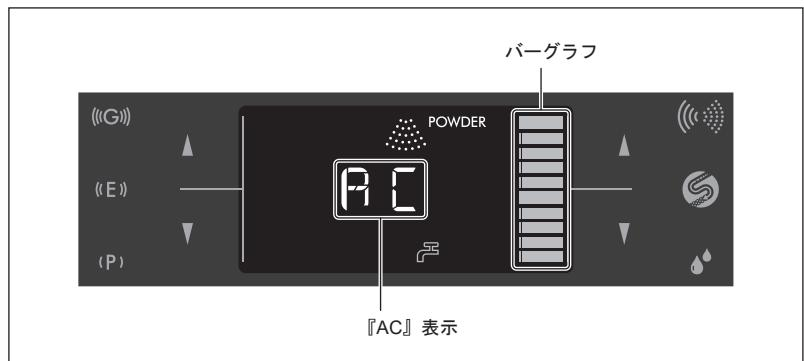

図40
- 6) クリーニング時間は約45秒です。クリーニング中は、液晶パネルに『AC』と表示され、バーグラフで残時間の目安を確認できます（図40）。